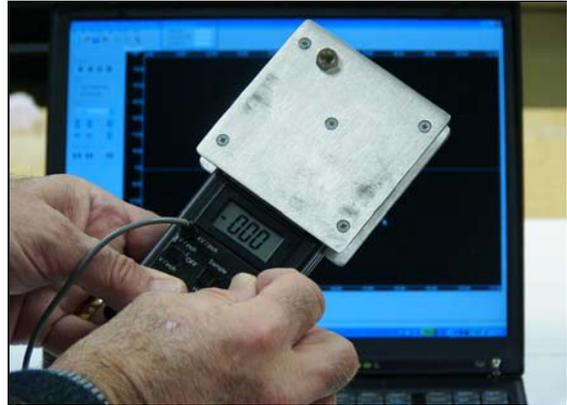

図46: チャージプレートモニタを接地して、ゼロ調整を行ってください。
1. チャージプレートモニタ(CPM)のゼロ調整を確認します。(図46)
1. チャージプレートモニタ(CPM) のゼロ調整を確認して下さい。(図46).